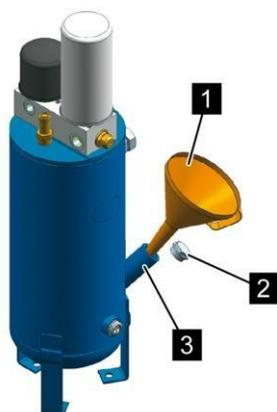

Рис. 41: Заливной штуцер
6. При помощи воронки (Рис. 41/1) залейте охлаждающую жидкость до заливной кромки заливного штуцера (Рис. 41/3).
8. Вставьте резьбовую пробку наливного отверстия (Рис. 41/2) и затяните ее ☞ Приложение В «Моменты затяжки винтов» на странице 153.